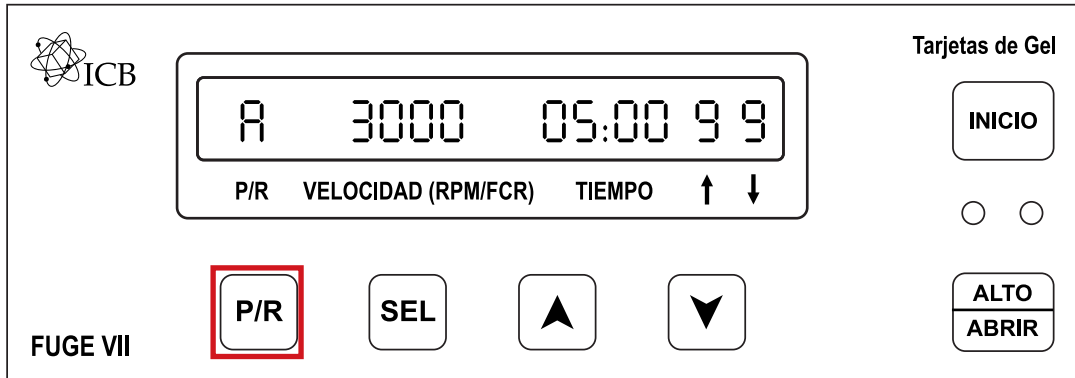

Figura 10. Selección y guardado de parámetros
3. Vuelva a presionar el botón “P/R” (Figura 10) para seleccionar el espacio de memoria. Todos los parámetros de la centrífuga se guardarán en ese espacio de la memoria. Los parámetros guardados en cada espacio de la memoria no son afectados por la configuración de los otros espacios de la memoria.